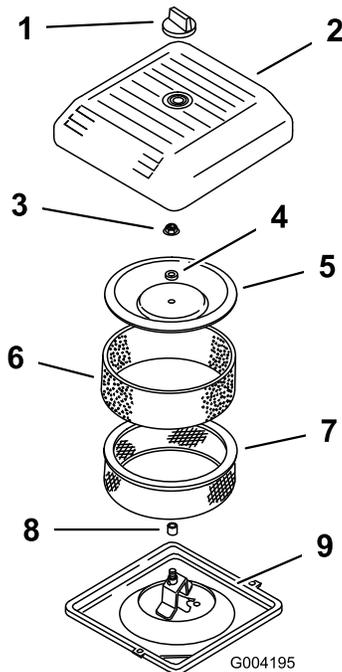

図 15
2. エア・クリーナのカバーを固定しているノブを外し、カバーを取り出す(図 15)。
3. ペーパー・エレメントについているスポンジ・エレメントを注意深く外す(図 15)。
4. カバー・ナットを外し、カバー、スペーサ、ペーパー・エレメントを外す(図 15)。
2. エア・クリーナのベースにエア・クリーナ・アセンブリを取り付ける(図 15)。
- カバーとスペーサを元どおりに取り付け、ナットで固定する(図 15)。ナットを 95 in-lb (10.7 N-m=1.0 kg.m) にトルク締めする。
- エア・クリーナのカバーを元通りに取り付け、ノブで固定する(図 15)。